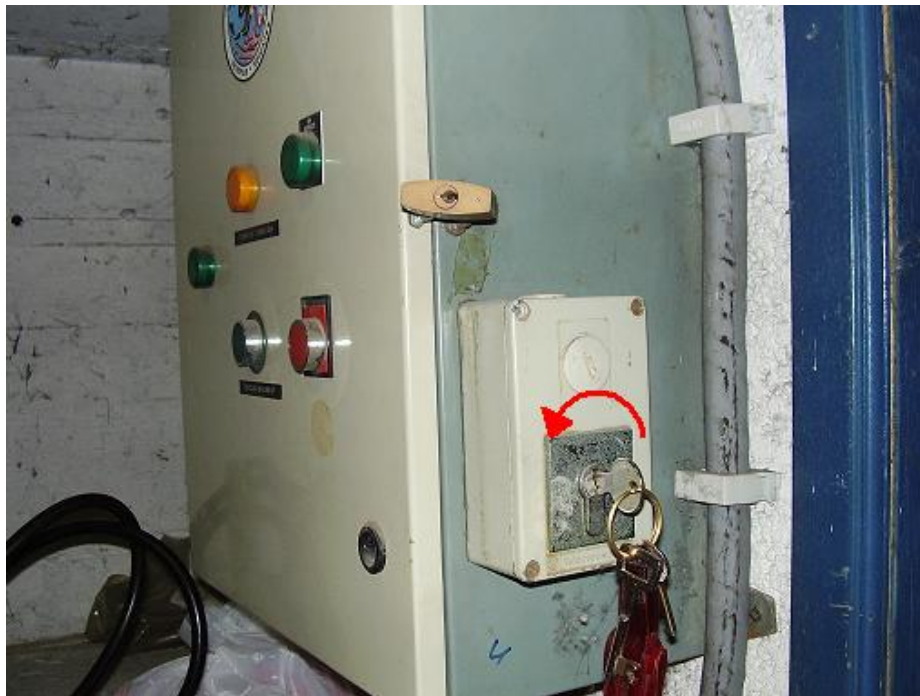

Fig. 11
- 2) Couper le contact au tableau en ramenant la clef en position verticale vers la gauche. La lampe orange s'éteint.(fig.11)